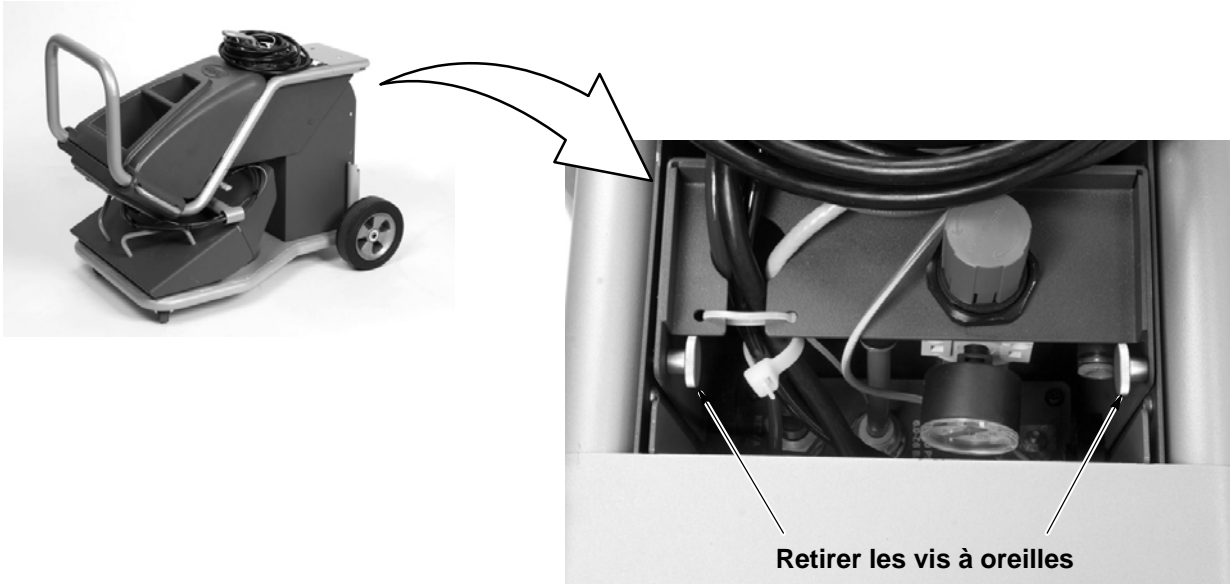

Fig. 2-4 Préparation au dépliage de la poignée du chariot
1. Voir la figure 2-4. Le bloc d'alimentation se trouve à l'arrière du chariot. Retirer les deux vis à oreilles sur les côtés du coffret pour libérer la poignée de la base. Garder les vis pour fixer la poignée à l'étape 3.